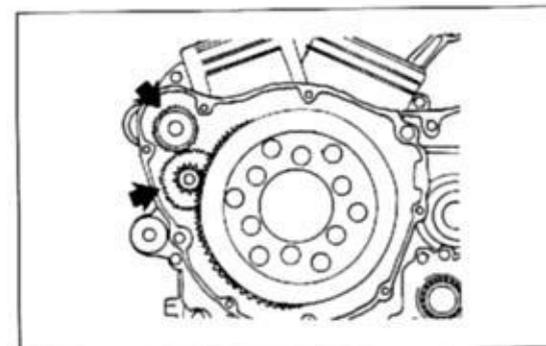

Bild 66
- Starterzwischenräder (Bild 66) samt Wellen entnehmen.
- Starterzwischenräder samt Wellen einsetzen (Bild 66).
● Fussrastenanlage rechts abbauen (Bild 66).